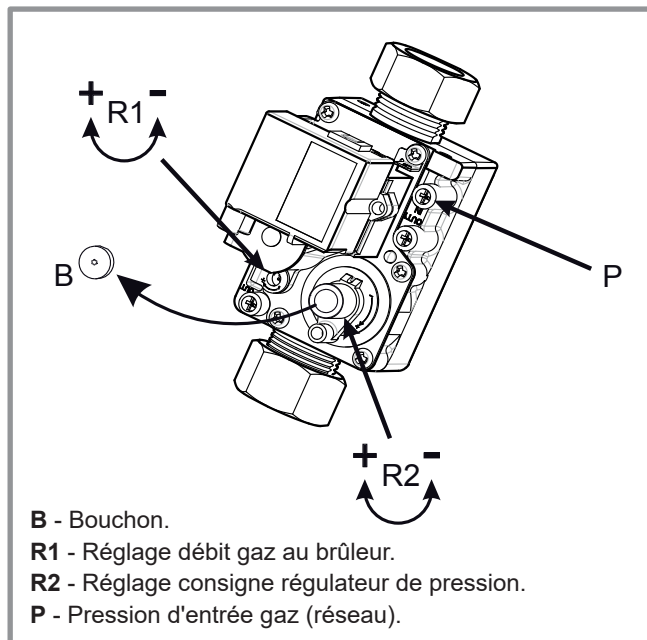

figure 50 - Vanne gaz VGU86 S
- Si nécessaire, ajuster le taux de CO₂ en réglant le débit gaz au brûleur (vis repère R1, figure 50).
- Si nécessaire, ajuster doucement la consigne du régulateur de pression (vis repère R2, figure 50).